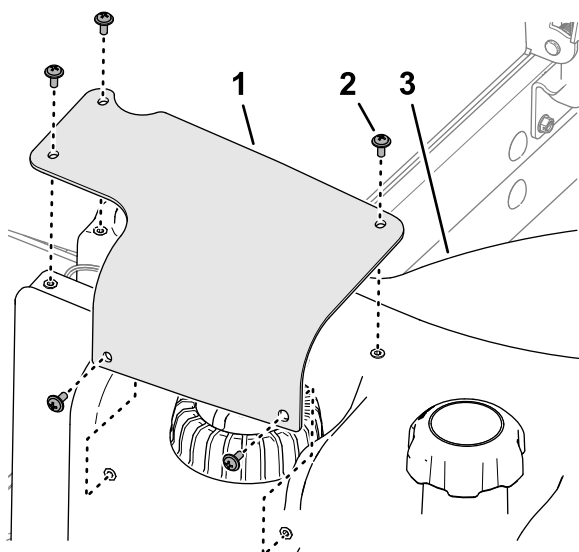

図 87
2. 燃料センダのカバーを燃料タンクに固定しているプラスねじ 5 本を外してカバーを外す 図 87。